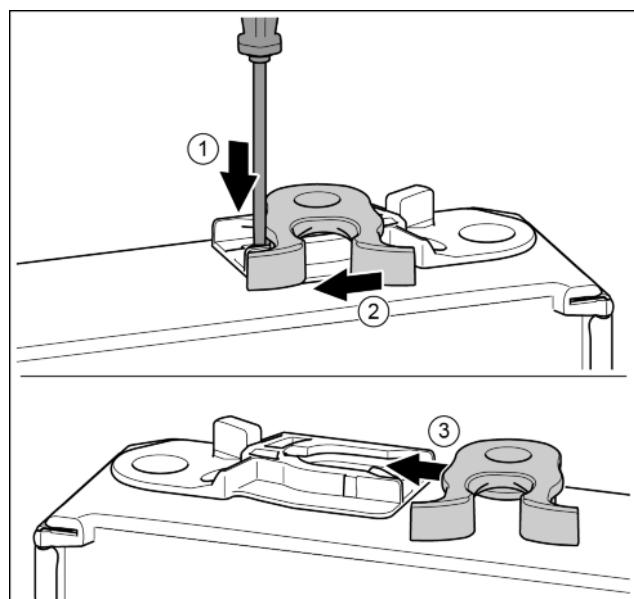

Fig. 13
- За допомогою шліцевої викрутки притисніть уніз накладку. Fig. 13 (1)
- Витягніть із напрямної запірний гачок. Fig. 13 (2)
- Вставте запірний гачок у напрямну з іншого боку. Fig. 13 (3)